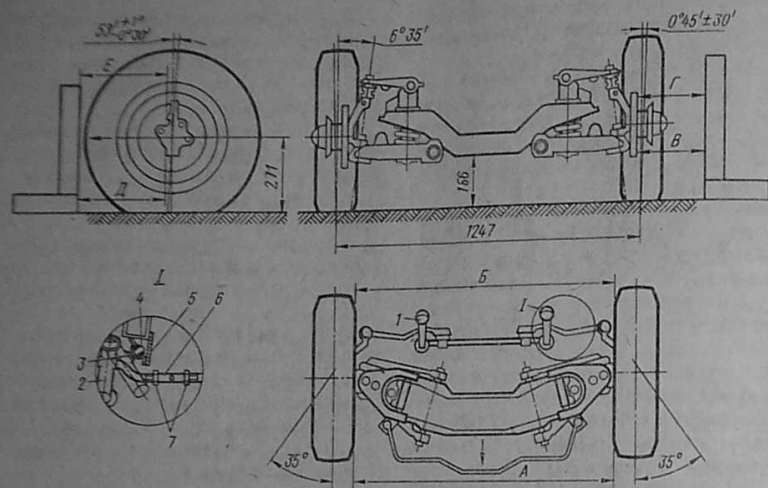

Рис. 118. Схема углов установки колес передней подвески и регулировка углов поворота колес:
После установки на автомобиль вновь собранной или отремонтированной подвески проверить углы продольного наклона оси поворота колес и при несоответствии их данным рис. 118 отрегулировать.
Кроме того, угол продольного наклона можно проверить и отрегулировать до установки подвески на автомобиль. Для замера предназначены специальные площадки А (см. рис. 103), обработанные параллельно оси поворота колеса. Для проведения работ нужно выставить на плите поверхности В прилегающие к лонжеронам рамы в горизонтальной плоскости, а затем определить положение площадок А от вертикальной плоскости (углышка на рис. 118). Верхняя площадка А должна располагаться на
Перед регулировкой необходимо проверить углы развала левого и правого колес и при несоответствии их заданным на рис. 118 значениям — отрегулировать. Регулировку углов развала на автомобиле производят также на стенде для регулировки углов установки передних колес. Способ определения углов развала и приемы работы указаны в инструкции стенда.
кромка диска была удалена от вертикальной продольной плоскости (угольника) на $B - \Gamma = (3,2 \pm 0,75)$ мм меньше, чем верхняя кромка (см. рис. 118).
1. Отпустить две контргайки 7 (см. рис. 118) на правой или левой рулевых тягах (гайка, расположенная ближе к оси автомобиля, имеет левую резьбу).